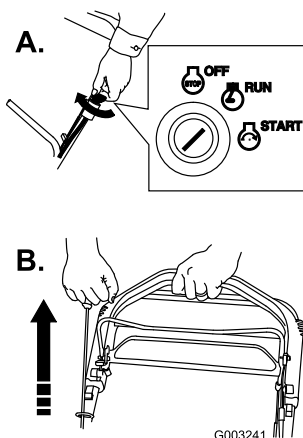

Figura 25
- Gire la llave de contacto a la posición de Marcha, y, en posición de operación, tire del arrancador de retroceso (Figura 25).